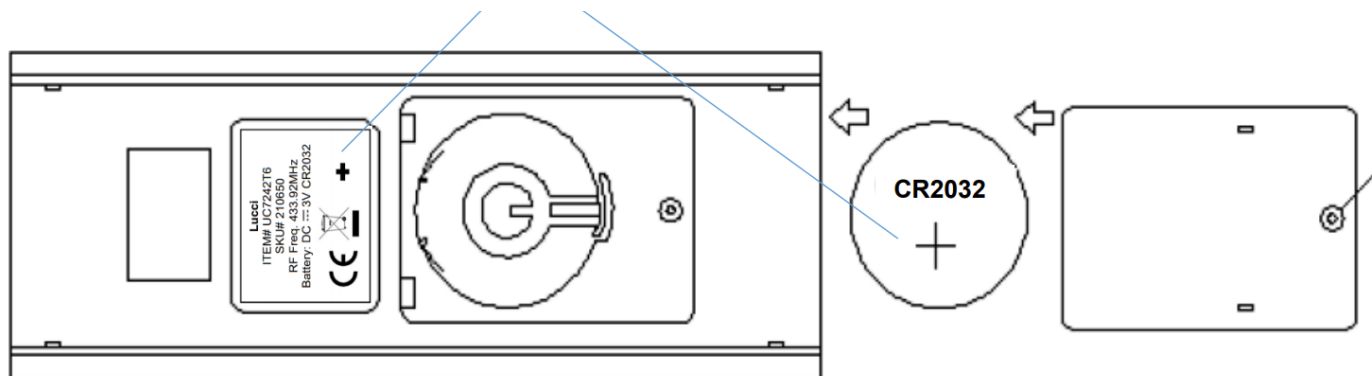

Fig. 11
**INSTALLAZIONE DELLA BATTERIA (Fig. 11)**
Inserire una batteria CR2032 da 3 V nel vano batteria del telecomando. Assicurarsi che la polarità della batteria sia corretta (Fig. 11).
- Inserire una batteria CR2032 da 3 V nel vano batteria del telecomando. Assicurarsi che la polarità della batteria sia corretta (Fig. 11).